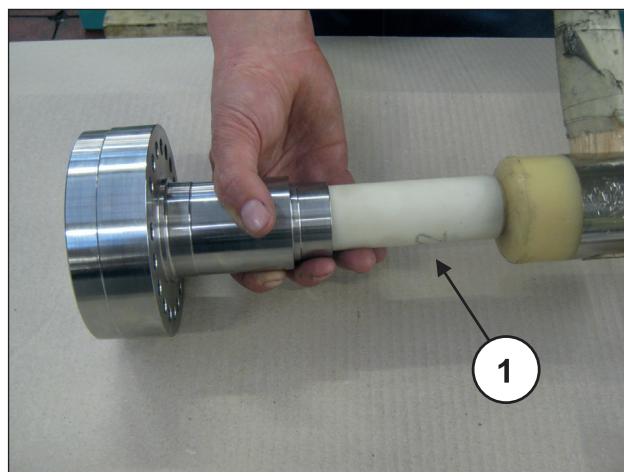
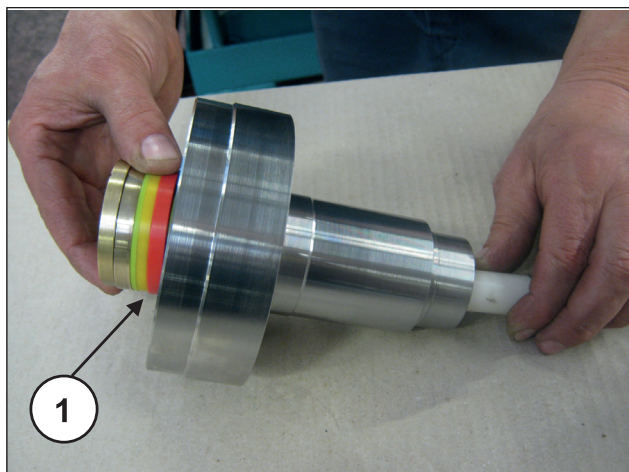

Fig. 192
Fig. 193
Col supporto guarnizione HP separato e con una apposita spina in materiale plastico (pos. ①, Fig. 192) fare fuoriuscire il pacco HP (alta pressione) (pos. ①, Fig. 193), estrarre infine l'anello di testa (Fig. 194).
Ad ogni smontaggio il pacco HP (pos. ①, Fig. 193) dovrà essere sostituito.